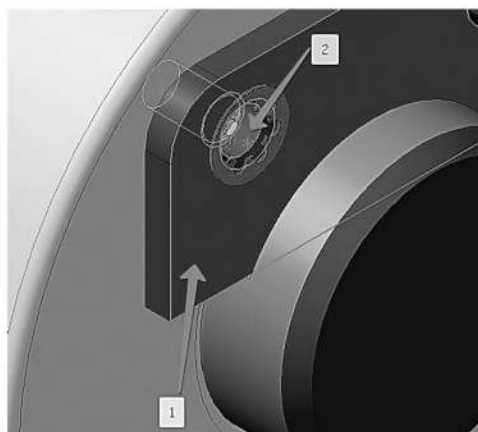

Рисунок 3.96. Добавление Шайбы
10.1.12 Укажите плоскую грань *Планки* (1, рисунок 3.96) и цилиндрическую грань отверстия (2, рисунок 3.96).